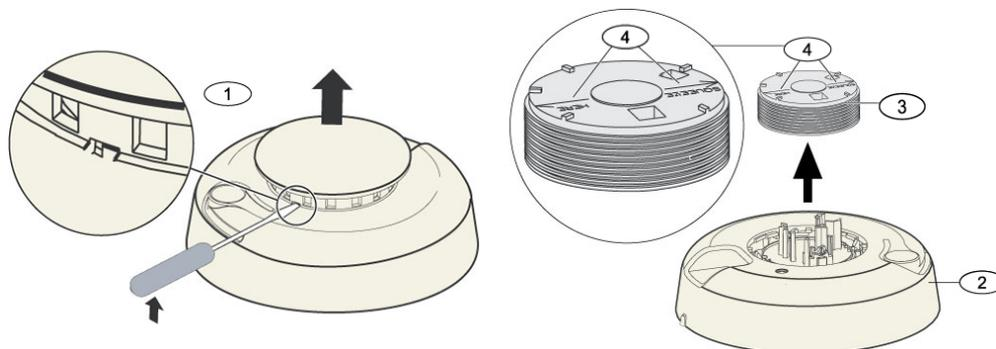

Figura 10.8 Retirar la tapa del detector y la cámara
3. Deslice un destornillador de cabeza plana por la ranura de la tapa del detector y presione suavemente hacia abajo para abrir la tapa. Comprima la cámara óptica en el lugar indicado, levántela y retírela del detector. Consulte *Figura 10.8 de Página 113*.